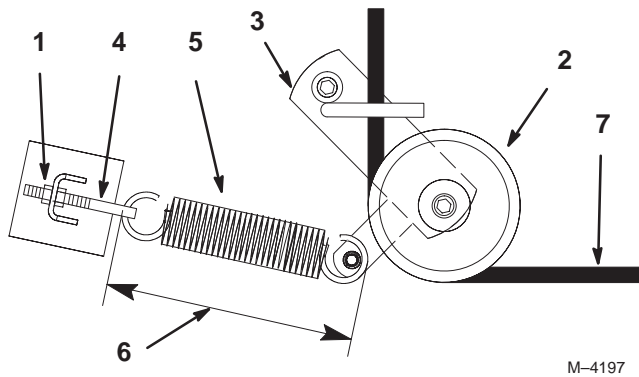

Figure 57
3. Desserrez l'écrou extérieur sur le boulon à œil du ressort (Fig. 57).
5. Déposez la poulie de tension rappelée par ressort (Fig. 57).
6. Faites passer la courroie neuve dans le bras de tension (Fig. 57).
8. Serrez l'écrou extérieur sur le boulon à œil du ressort (Fig. 57).
**Remarque :** Vérifiez la longueur du ressort. Il doit mesurer 238 mm ± 3 mm une fois en place. Procédez à un réglage si la longueur n'est pas correcte (Fig. 57).